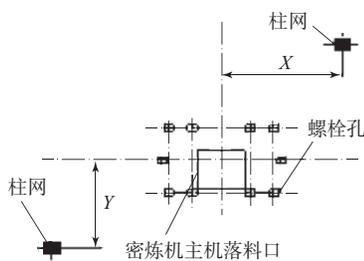

图1 设备平面基准示意
(1) 设备基础点检项目。检查设备基础混凝土的质量,设备基础应采用钢筋混凝土,混凝土浇筑完毕后应立即浇水养护,养护周期为两周以上。设备基础应一次灌浆成功,不允许两次灌浆,基础表面应该是水泥灌浆的自然状态,不可有油污、水和杂物。
(2) 设备定位及安装基准位置的确认。分别以柱网中心和胶料秤前辊筒中心为基准,用卷尺测量并记录。设备平面和立面基准分别如图1和2所示。其中, $X$ 为设备基准距立柱中心的横向距离, $Y$ 为设备基准距立柱中心的纵向距离, $Z$ 为胶料秤辊筒中心距二层地面距离, $h_1$ 为喂料装置打开状态距机座高度, $h_2$ 为喂料装置打开状态距胶料秤辊筒中心距离。 $X$ 和 $Y$ 值依据设计图纸要求确定, $Z$ 值依据实际工艺要求确定,减速机、电动机的中心线位置及标高依据 $X$ 、 $Y$ 和 $Z$ 为基准确定。
(3) 设备地脚螺栓孔位置确认。设备地脚螺